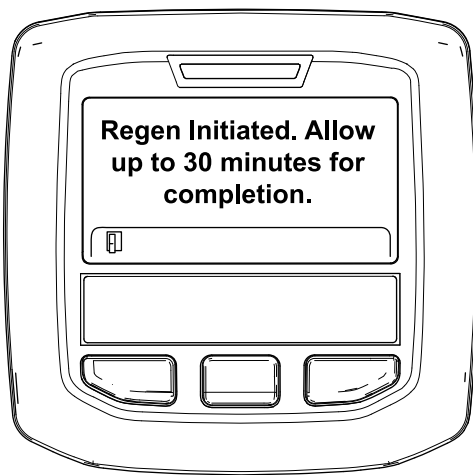

Bild 37
- Wenn die Regenerierung zugelassen wird, wird die Meldung „Regen. Initiated. Allow up to 30 minutes for completion“ im InfoCenter angezeigt. Warten Sie, bis die Maschine die geparkte Regenerierung abgeschlossen hat (Bild 37).